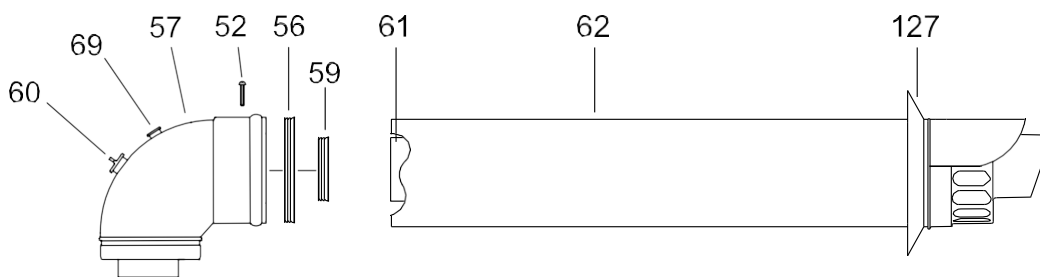

Fig. 10
KIT DE EXAUSTÃO HORIZONTAL (Fig 10):
Nota: Deixe 30mm a mais, para permitir a vedação de borracha da parede do terminal (fig.10 item 127).